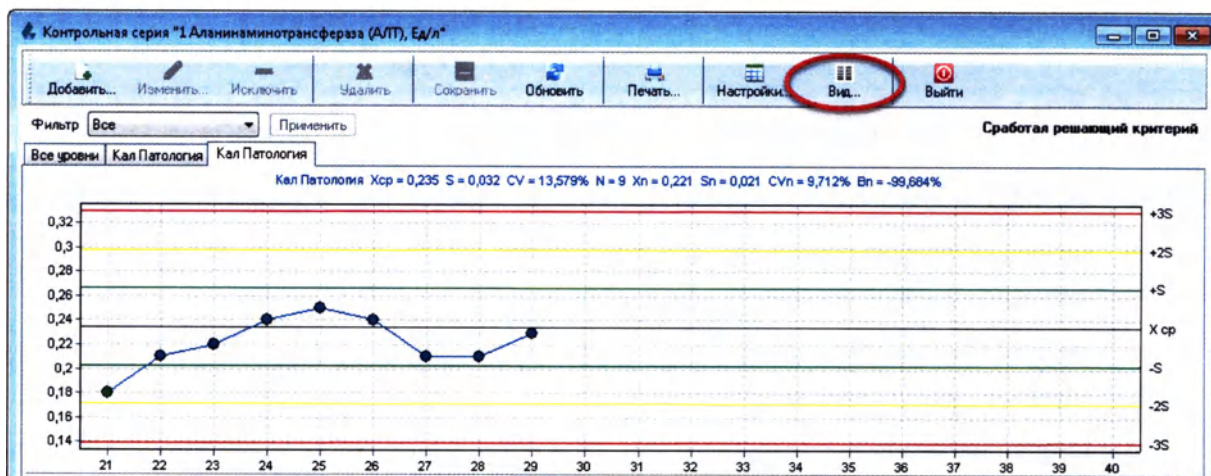

Рисунок 12.63
1. В карте контрольной серии нажмите кнопку «Вид» (Рисунок 12.63):